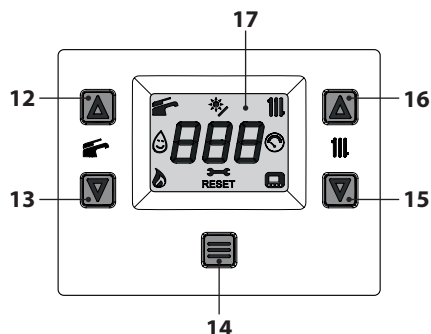
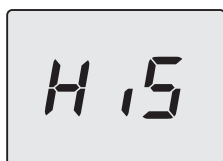

Figura 7.3
Figura 7.4
- Entrare in "modalità programmazione" premendo contemporaneamente per 5 secondi i tasti 13 e 15 (Figura 7.3) fino a far apparire sul display LCD le lettere **HIS** che indicano il menu "Storico delle caldaie" (Figura 7.4).